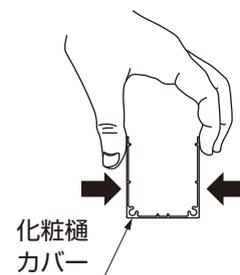

図11-76
- 化粧樋カバーと化粧樋カバー受けのはめ込みがゆるい場合は、化粧樋カバーの形状を手で修正して取付けてください。(図11-76参照)